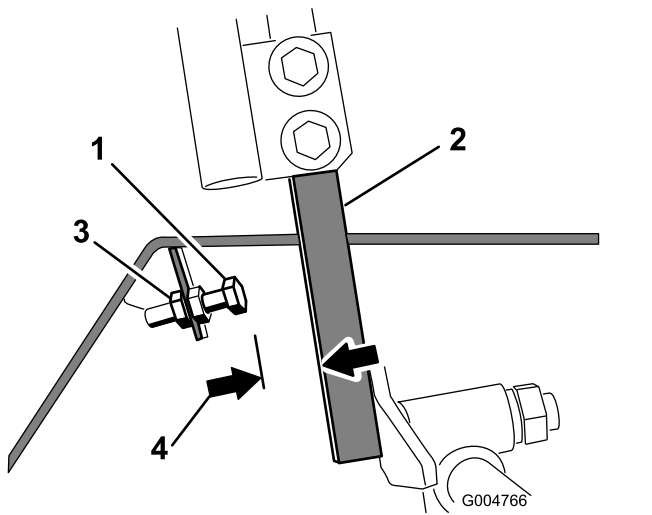

Figure 55
- Desserrez l'écrou de blocage sur le boulon d'arrêt de l'un des leviers de commande (Figure 55).